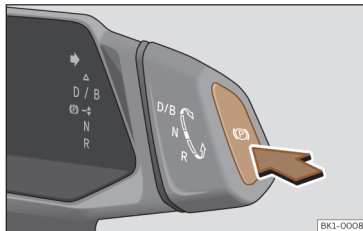

Abb. 118 Am Fahrstufenschalter: Taste für elektronische Parkbremse.
- Drücken Sie bei stehendem Fahrzeug die Taste **(P)** »»» **Abb. 118**.
- Taste **(P)** »»» **Abb. 118** drücken. Die elektronische Parkbremse wird eingeschaltet.